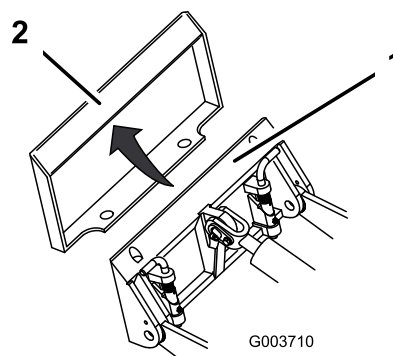

Figura 25
4. Coloque la placa de montaje debajo del reborde superior de la placa receptora del accesorio (Figura 25).